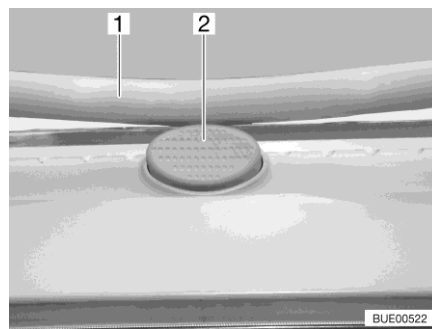

Bild 27 Låsknapp (Heki-taklucka)
- Tryck på låsknappen (Bild 27,2) och dra ner bygel (Bild 27,1) med båda händerna.
- Tryck bygel uppåt med båda händerna tills bygel ligger ovanför låsknappen (Bild 27,2).